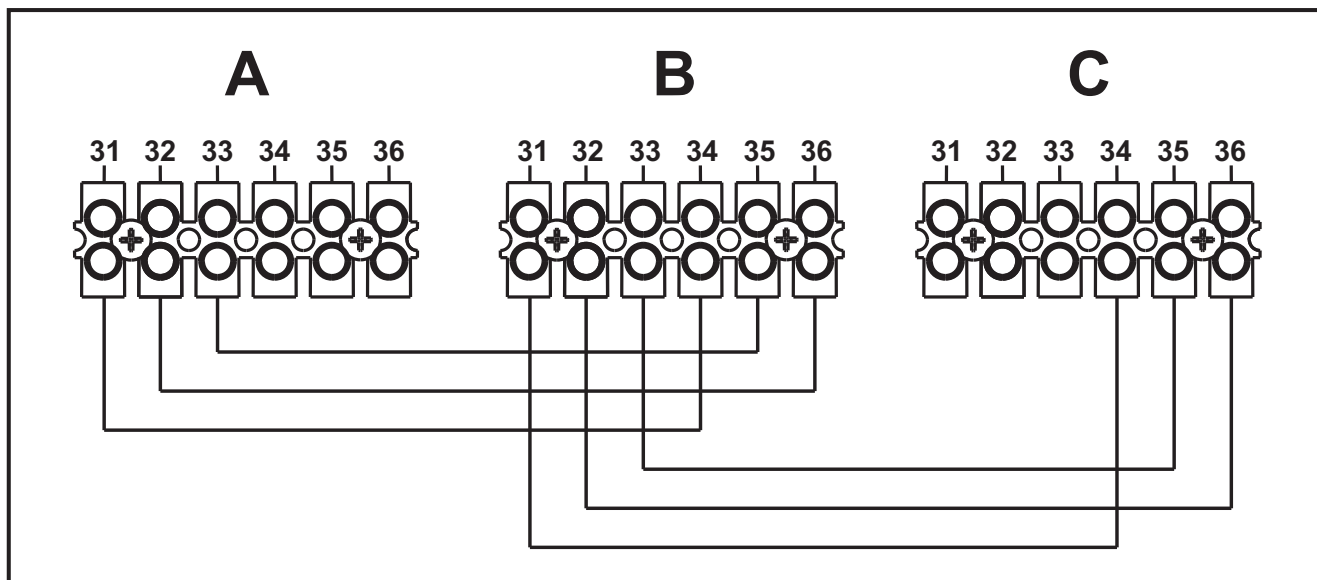

fig. 53- Conectare în cascadă
1. Conectați modulele așa cum se arată în fig. 53 (**exemplu cu 3 module**)
Dacă acest lucru nu se întâmplă, întrerupeți alimentarea cu electricitate și controlați cablajul din fig. 53.